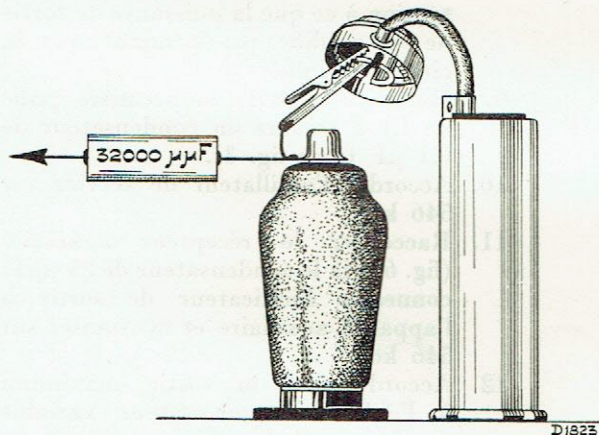

Fig. 2
7. Appliquer un signal modulé de 128 kc. à la 4^e grille de L1 à travers un condensateur de 32.000 $\mu\mu\text{F}$ (fig. 2).